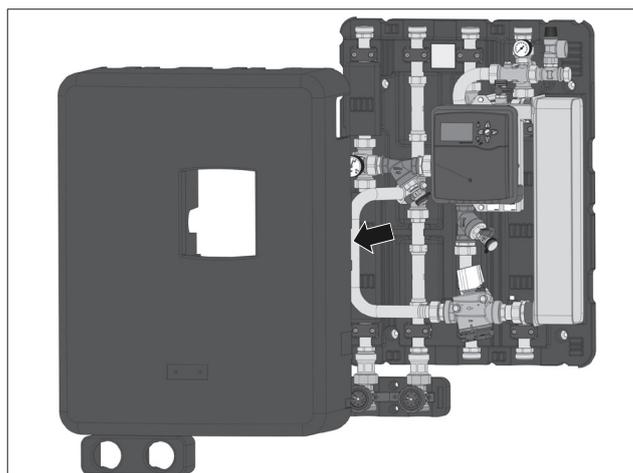
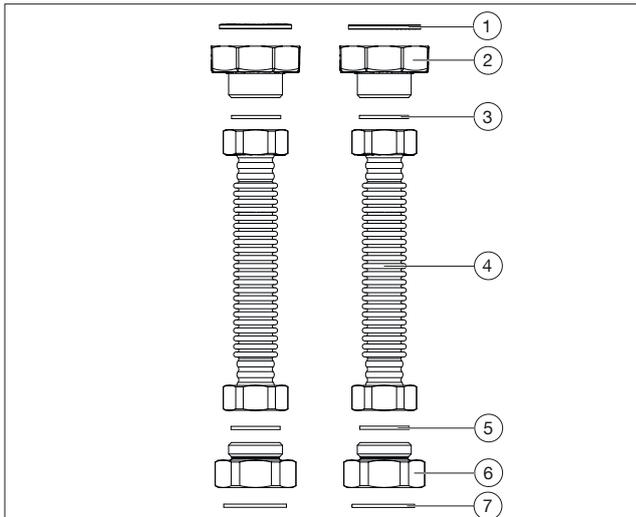

Fig. 26: Démontage des isolations avant
Fig. 35: Configuration du jeu de raccordement
2. Insérer les joints (voir Fig. 35 en page 26 (7)) dans les raccords de liaison (6).
3. Visser à la main les raccords de liaison (6) sur la sous-station.
4. Insérer les joints (3) entre les raccords de liaison (2) et les tubes annelés en acier inoxydable (4) et serrer les composants à la main.
5. Visser à la main les tubes annelés en acier inoxydable (4) sur les raccords de liaison (6). Voir Fig. 26 en page 23.
10. Serrer tous les raccords (les couples correspondants figurent dans le tableau sous Fig. 35 en page 26).